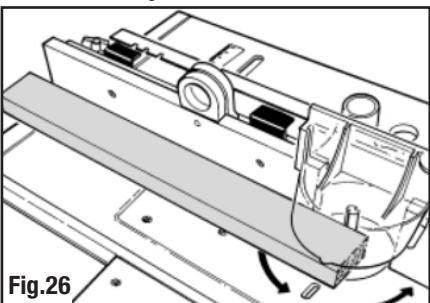

Fig.26
- Utilizzare un bordo di legno dritto per allineare la lama con la faccia posteriore della guida (Fig. 26), poi iniziare il vostro taglio